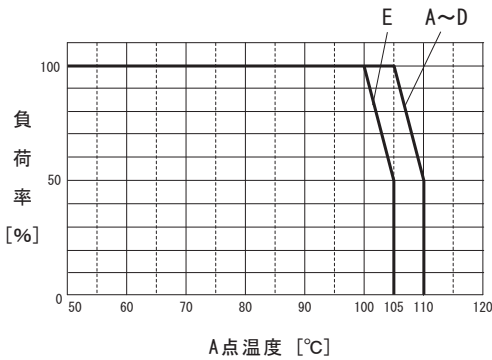

図5.4 STMGFS80 A点温度
■搭載電源 (MGFS80) のケースA点の温度が図5.4の値以下となるようにご使用ください。